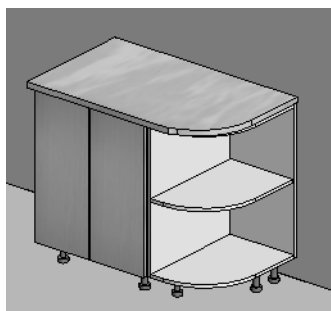

Рис. 13.3.
- Чтобы завершить построение, щелкните левой кнопкой мыши в конечной точке отрезка. Между указанными точками будет построена столешница в соответствии с заданными параметрами (рис. 13.3).